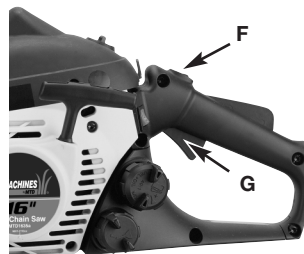

Fig. 7
7. Enclencher l'avance de l'accélérateur: appuyez sur le loquet et maintenez-le (F) pressez sur la gâchette d'accélération (G) relâchez la gâchette puis le loquet. (Fig. 7)